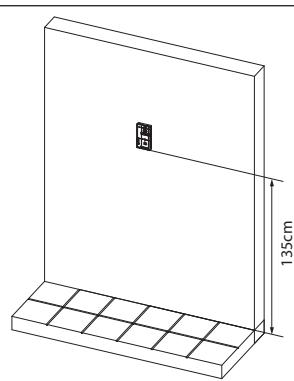
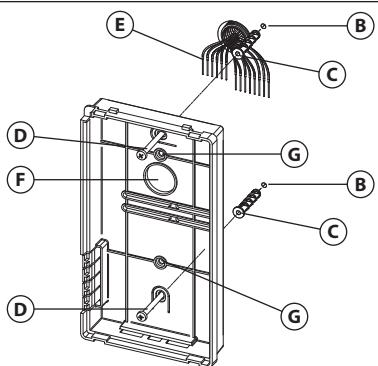

Fig. 5
Fig. 6
3. Appoggiare a parete la base del videocitofono ad una altezza di circa 135cm (**Fig. 5**) dal pavimento finito e prendere i riferimenti per i fori di fissaggio **B** (**Fig. 6**) tenendo presente che i conduttori **E** (**Fig. 6**) devono passare attraverso l'apertura **F** (**Fig. 6**). Se per l'uscita da parete dei conduttori si utilizza la scatola da incasso 503, murare la stessa in posizione verticale lasciando circa 140cm tra la base e il pavimento finito.
4. Facendo riferimento alla **Fig. 6**, realizzare i fori **B**, inserire al loro interno i tasselli ad espansione **C** e fissare la base del videocitofono alla parete tramite le viti **D** avendo cura di passare i conduttori **E** attraverso la fessura **F**. Se è stata utilizzata la scatola da incasso 503, fissare a parete la base tramite i fori **G** (a passo con le lingue di fissaggio della 503) utilizzando le viti **D**.